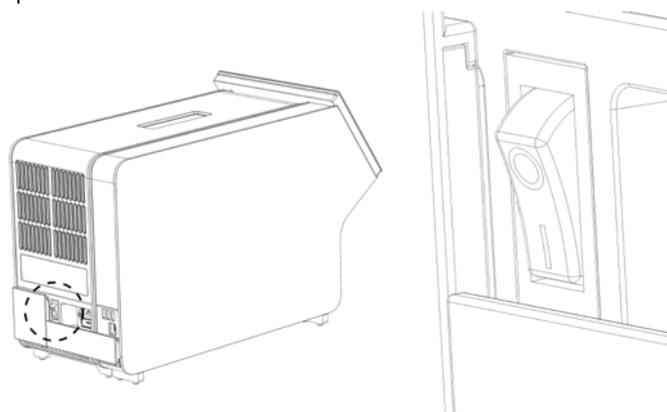

Figure 21. Localisation de l'interrupteur d'alimentation et passage en position « I ».
10. Mettez l'instrument sous tension en plaçant l'interrupteur d'alimentation à l'arrière du module analytique en position « I » (figure 21). Vérifiez que les voyants d'état des modules analytique et opérationnel sont bleus.